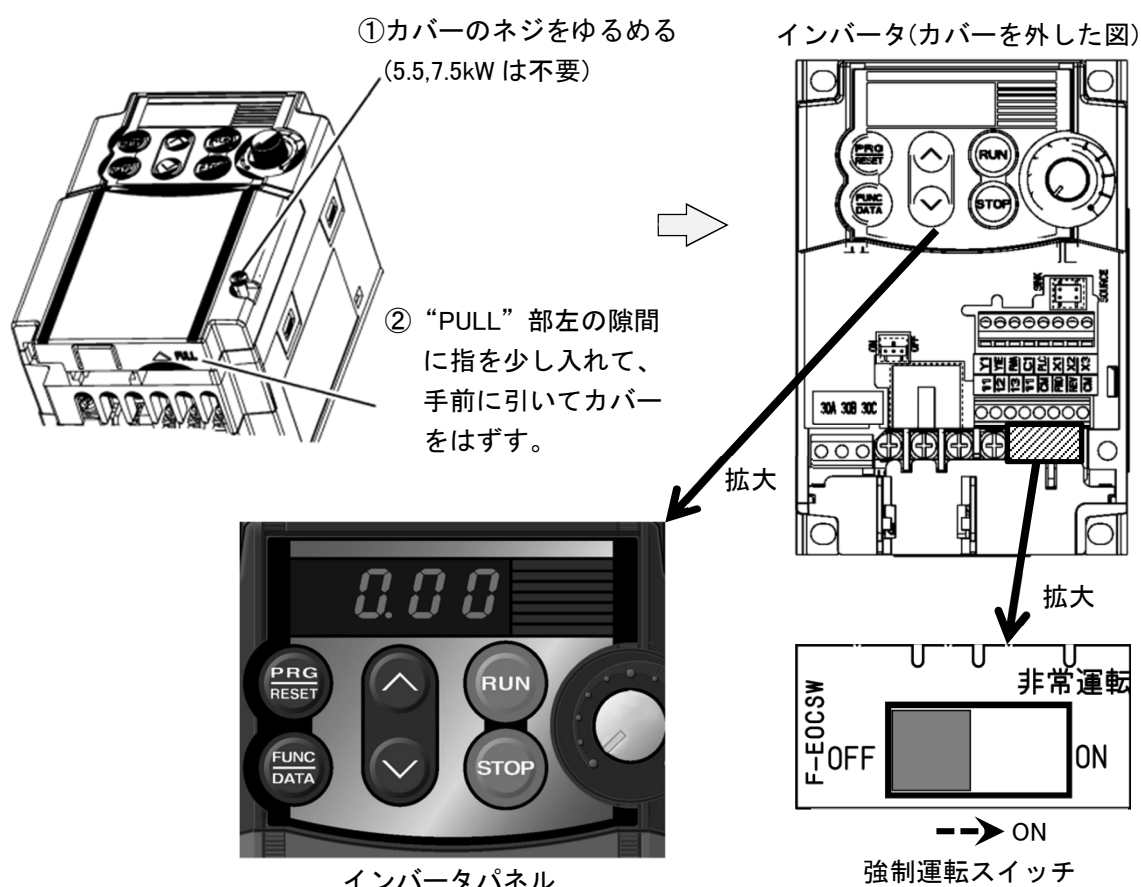

図 37 非常時手動バックアップ運転方法
- (1) 制御基板（メイン基板）の故障などにより、表示操作部からの運転が、不能になった場合、強制運転スイッチを ON にすると、インバータ単独でポンプを手動で運転し、一時的に断水を回避することができます。
- (2) 本運転は非常用です。表示操作部からポンプの運転が可能な場合は、必ず強制運転スイッチを、OFF にしてください。自動運転ができずに、断水に繋がります。
- (3) 図 37 を参照して、下記手順で操作してください。
- ①インバータのカバーを外して、強制運転スイッチを ON にしてください。これにより、制御基板（メイン基板）とインバータ間の通信を遮断します。
- ②インバータパネルの RUN ボタンを押し、△ボタンを押して、ポンプの運転周波数を上げます。ポンプが運転することを、確認してください。
- ③△ボタン・▽ボタンを押して任意の吐出し圧力になるように、ポンプの運転周波数を調整してください。
- ④自動停止や、圧力制御は行いません。運転中はポンプが締切運転にならないように、吐出し圧力を監視し、ユニットから離れないでください。
- ⑤ポンプを停止する場合は、STOP ボタンを押してください。
- (4) 強制運転スイッチは、ユニット型式 BNAME の場合は、1 号インバータに、ユニット型式 BNBME の場合は、1 号と 2 号インバータについています。BNBME 型は、2 台同時運転が可能です。
- (5) 強制運転スイッチを ON にした場合、表示操作部から様々な警報が発報しますが、手動バックアップ運転には関係ありません。
- (6) 通常運転に戻す場合は、ポンプを停止後に、強制運転スイッチを OFF にしてください。